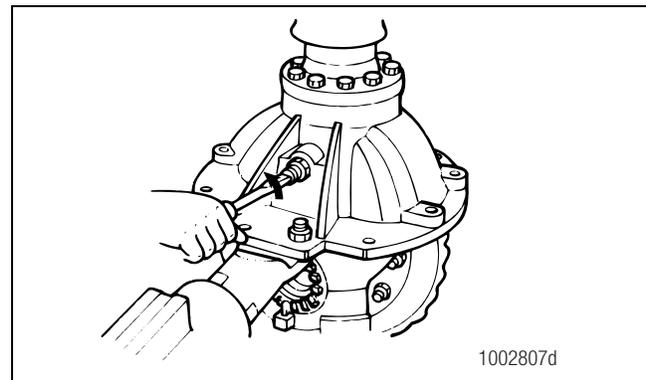
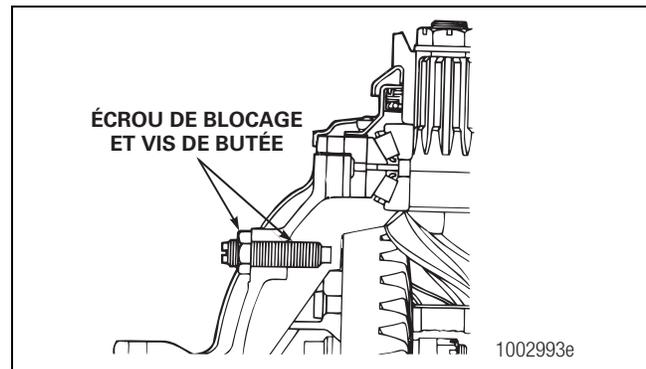

Figure 3.10
Figure 3.11
2. Retirer de la tête de pont l'écrou de blocage et la vis de butée (selon l'équipement). Figure 3.10 et Figure 3.11.